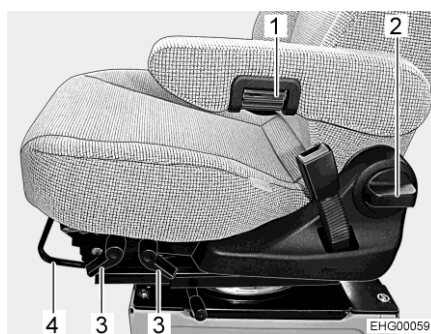

Fig. 14 Regolazione del sedile (Aguti GIS-Liner)
- Tirare la staffa (Fig. 14,4) verso l'alto.
- Tirare la relativa leva (Fig. 14,3) verso l'alto.
- Ruotare la maniglia (Fig. 14,2).
- Per una regolazione precisa, ruotare la rotella zigrinata (Fig. 14,1). A seconda della direzione di rotazione il bracciolo si muove verso l'alto o verso il basso.